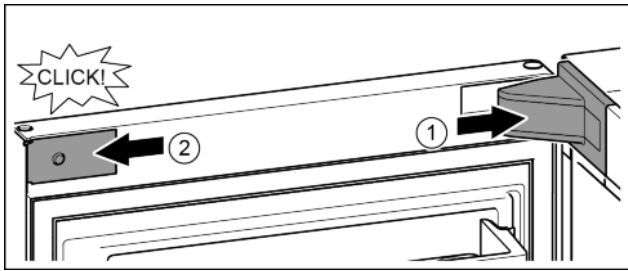

Fig. 24
- ▶ Lagerbockabdeckung aufsetzen und einrasten, ggf. vorsichtig auseinanderdrücken. Fig. 24 (1)
- ▶ Blende seitlich ansetzen und einrasten. Fig. 24 (2)